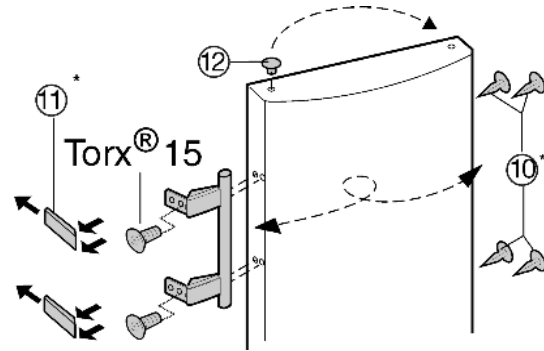

Fig. 8
- ▶ Estrarre il tappo Fig. 8 (12) dall'alloggiamento del supporto della porta e spostarlo.
- ▶ Smontare la maniglia della porta, i tappi Fig. 8 (10) e le piastre di spinta Fig. 8 (11) e spostare sul lato opposto.